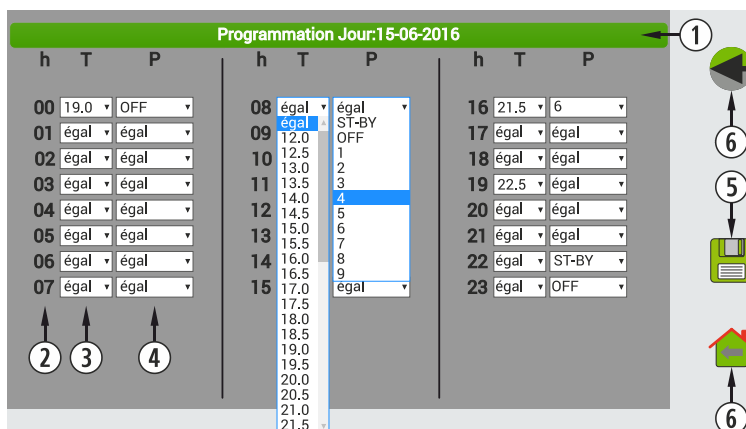

Figure 49
Il est important de valider la programmation en cliquant sur « sauvegarder » (point ⑤, *figure 49*) une fois la programmation faite.
①	Plantillas 1 - 7.
②	Retour à l'écran précédent.
③	Aplicar cambio sobre programaciones previas.
④	Retour à l'écran principal.